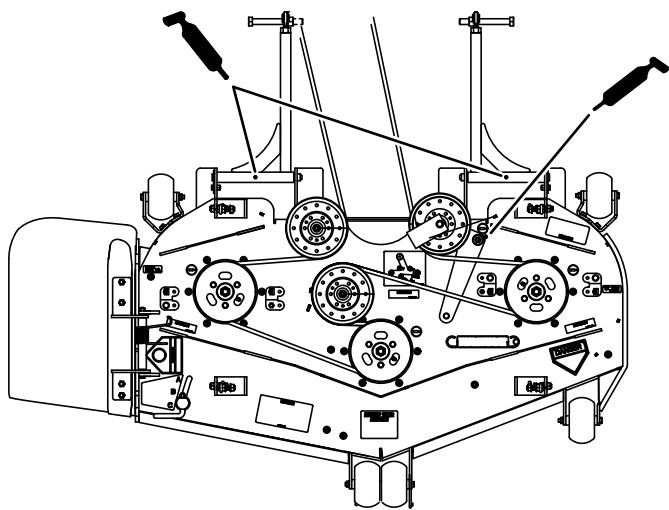

Figure 42
4. Graissez le bras de tension sur le tablier de coupe (Figure 42).
5. Lubrifiez les graisseurs des bras de poussée (Figure 42).